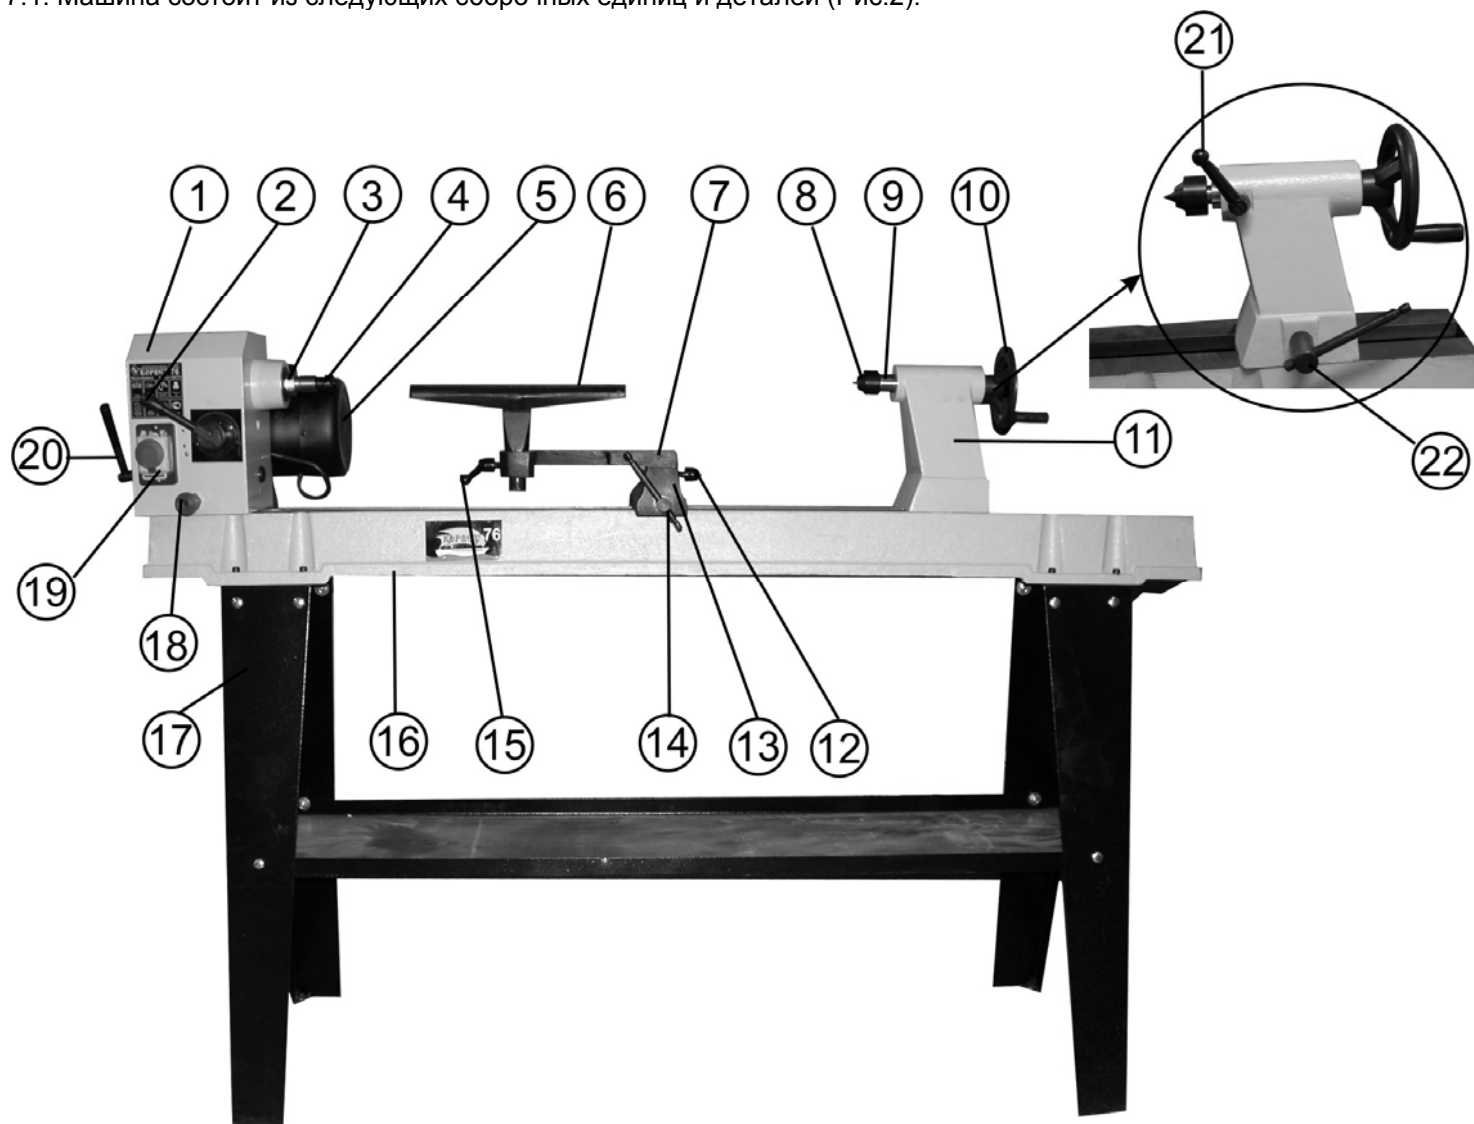

Рис.2
7.1. Машина состоит из следующих сборочных единиц и деталей (Рис.2):
8.4.3. Вставьте центр задней бабки (8) в конусное отверстие пиноли (9), Рис.2.
8.4.4. Для снятия центра задней бабки (8) поверните маховик задней бабки (10) против часовой стрелки при нахождении пиноли в крайнем заднем положении, Рис. 2